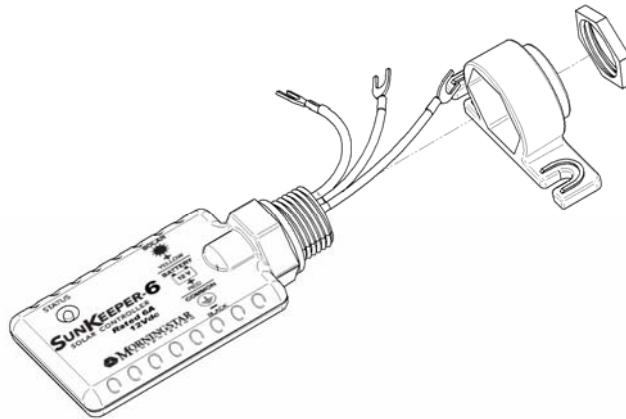

Figura 3. Conjunto de pie de montaje
2. Ensamble el SunKeeper, el pie de montaje y la tuerca de fijación según se muestra en la figura 3.
4. Con un taladro y una mecha de 1/8 de pulgada, (3 mm), perforo agujeros de guía para ambos tornillos de montaje en los lugares que fueron marcados en el paso tres (3)
5. Coloque el SunKeeper sobre la superficie y alinee las dos (2) ranuras del pie de montaje con los agujeros de guía. Use tornillos de cabeza redonda #10 (M5) (no suministrados) para asegurar el SunKeeper a la superficie.